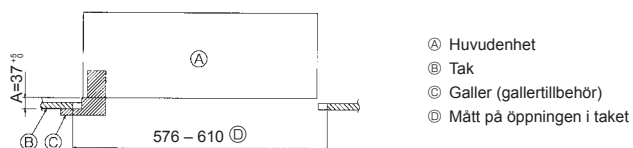

Fig. 4-6
- När huvudenheten inte kan inriktas mot monteringshålet i taket kan den justeras med hjälp av en slits som finns på monteringsplåten. (Fig. 4-6)